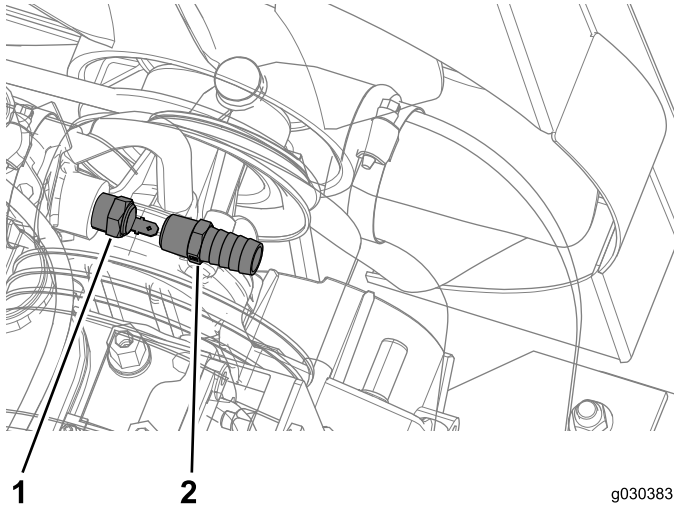

Figura 38
1. Localize, desligue e retire o sensor da temperatura, conforme indicado em Figura 38.